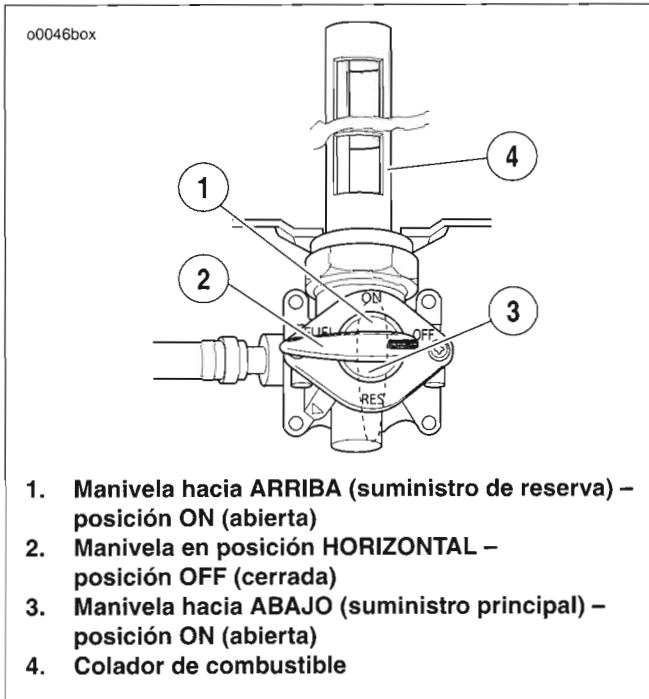

Figura 19. Válvula de suministro de combustible
- Vea la Figura 19. Gire la manivela a la posición horizontal para CERRAR el suministro principal de combustible.
- Gire el mango a la posición (3) para ABRIR el suministro principal de combustible.
- Gire la manivela a la posición (1) para ABRIR el suministro de reserva de combustible.